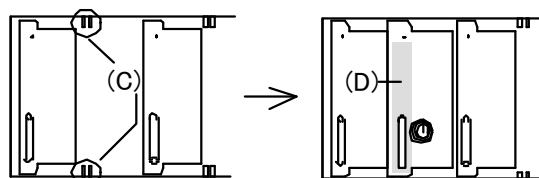

図 4-4 メインモジュールの挿入
- ・(C)のスリットに、メインモジュールの基板を滑り込ませます。(図 4-4)
- ・その際、図 4-4 の(D)の辺り(正面パネルの左側)を押すようにしてください。